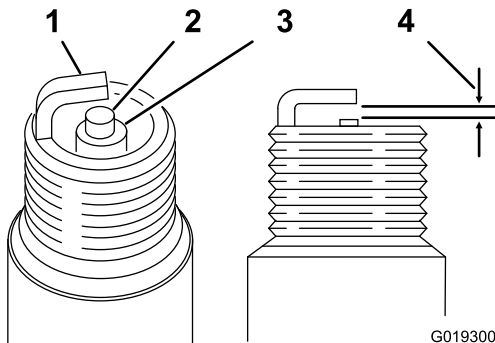

Figura 18
3. Defina a folga para 0,70 a 0,80 mm (Figura 18).